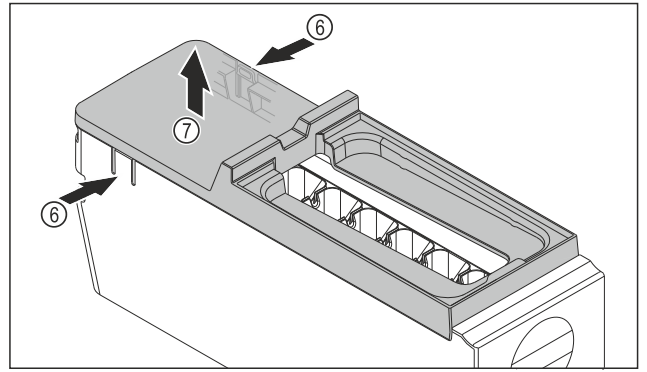

Fig. 172
- ▶ 取出 EasyTwist-Ice 机身的盖板: 用一只手按压 EasyTwist-Ice 机身两侧的接片 Fig. 172 (6)。
- ▶ 用另一只手朝上取出盖板 Fig. 172 (7)。